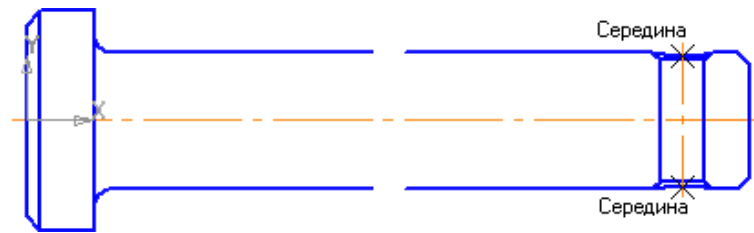

Рисунок 19.
- С помощью команды Осевая линия по двум точкам на инструментальной панели Обозначения постройте осевую линию отверстия (рис. 19)